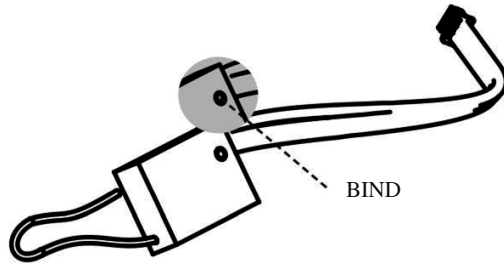

Рис. 25 Размещение кнопки Bind на приемнике сигнала
4. Найдите на приемнике кнопку с обозначением «BIND» (рис. 25), нажмите и удерживайте ее.